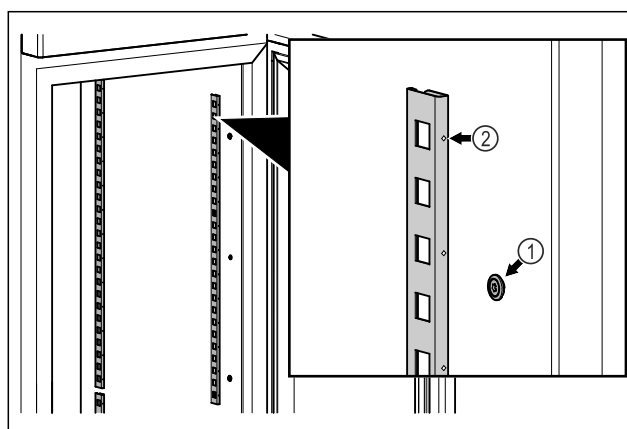

Fig. 58 Beispielhafte Darstellung
- ▶ Rastenleisten in Aufhängung Fig. 58 (1) einhängen. Markierung Fig. 58 (2) muss nach vorne zeigen.